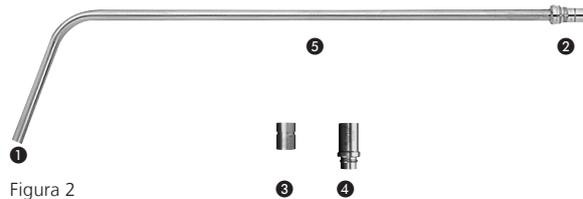

Figura 2
- Rimuovere lo sporco presente sulle superfici ottiche (vedere figura 2, ❶ e ❷) utilizzando un tampone imbevuto di alcol (70% etanolo) o un detergente neutro.
- Lo sporco residuo a livello delle superfici ottiche (vedere figura 2, ❶ e ❷) può essere rimosso utilizzando un tampone imbevuto di alcol (70% etanolo) o un detergente neutro.
- ❶ Uscita luce
- ❷ Connessione del cavo luce conforme allo standard ACM
- ❸ Adattatore per Wolf
- ❹ Adattatore per Storz
- ❺ Area di attacco per morsetto SynFrame (387.347) e supporto per sistemi ottici (387.365)
Il morsetto SynFrame per anelli di fissaggio (387.347) e il supporto per sistemi ottici (387.365), usato per collegare l'asta di trasmissione della luce all'anello di fissaggio SynFrame (387.336) e al semianello SynFrame (387.337), possono essere fissati sull'intera lunghezza dell'asta di trasmissione della luce SynFrame (vedere figura 2, ❺).